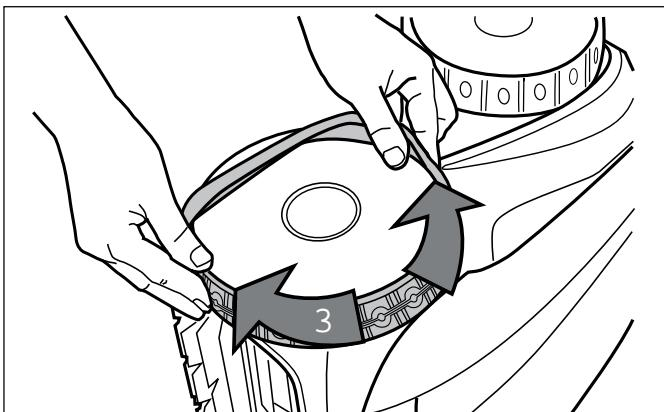

Figura 39. Acomode el neumático alrededor de la rueda
- 5.□ Coloque el neumático en la rueda y verifique que el borde del neumático esté en la posición correcta dentro de la ranura de la rueda (Figura 39).